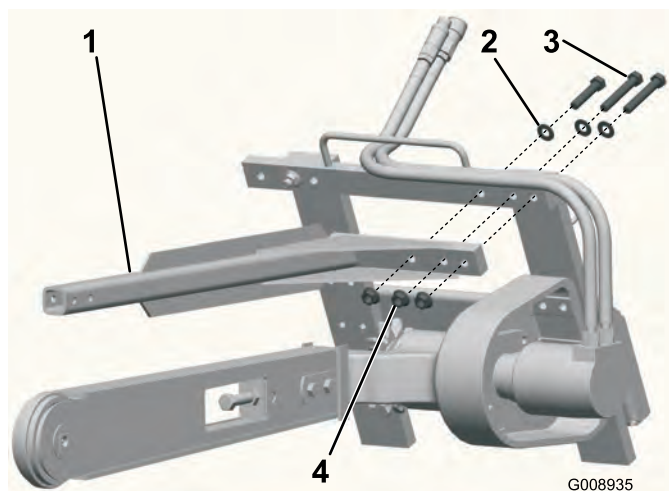

Figura 4
1. Retire los 3 pernos, las arandelas y las tuercas de la esquina superior izquierda del bastidor de la zanjadora (Figura 4).
2. Usando los cierres retirados anteriormente, instale la barra de seguridad de la zanjadora tal y como se muestra en Figura 4.